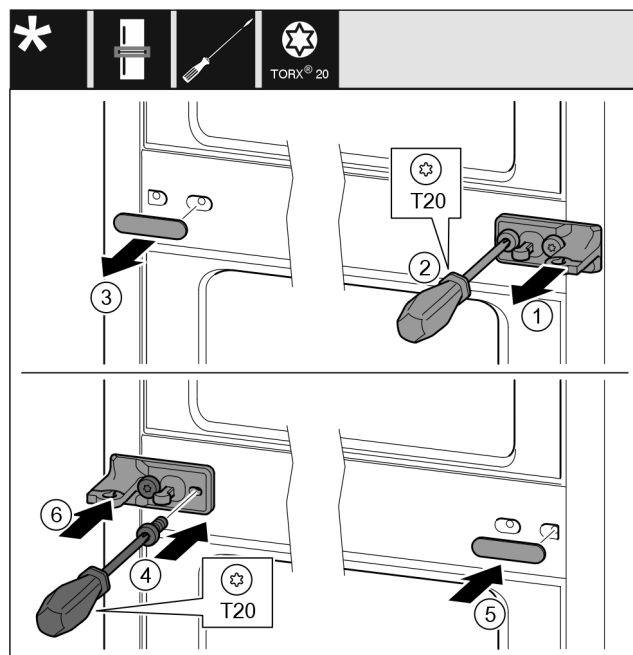

Fig. 11
- ▶ Snemite šipo. Fig. 11 (1)
- ▶ Izvijte vijake z izvijačem T20. Fig. 11 (2)
- ▶ Previdno snemite pokrov. Fig. 11 (3)
- ▶ Ležajni podstavek s folijo, obrnjen za 180°, na drugi strani trdno privijte. Fig. 11 (4)
- ▶ Pokrov, obrnjen za 180°, namestite na drugi strani. Fig. 11 (5)
- ▶ Šipo potisnite gor od spredaj. Fig. 11 (6)